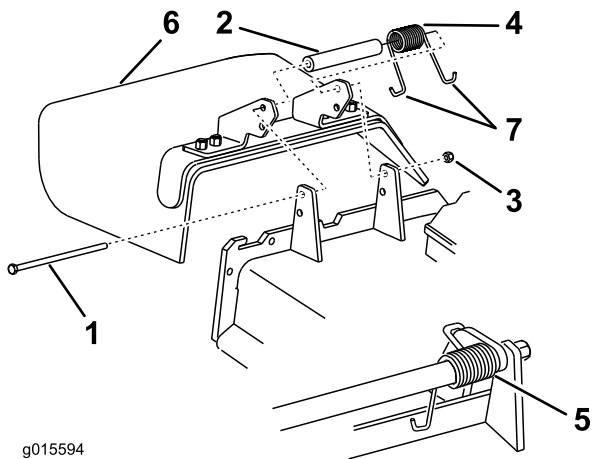

Bild 89
1. Entfernen Sie die Sicherungsmutter, Schraube, Feder und das Distanzstück, mit denen das Ablenkblech an den Drehhalterungen befestigt ist (Bild 89).
Hinweis: Achten Sie darauf, dass ein J-Hakenende der Feder hinter der Mähwerkkante befestigt ist, bevor Sie die Schraube einsetzen, wie in Bild 89 abgebildet.
6. Führen Sie das J-förmige Hakenende der Feder um das Ablenkblech (Bild 89).